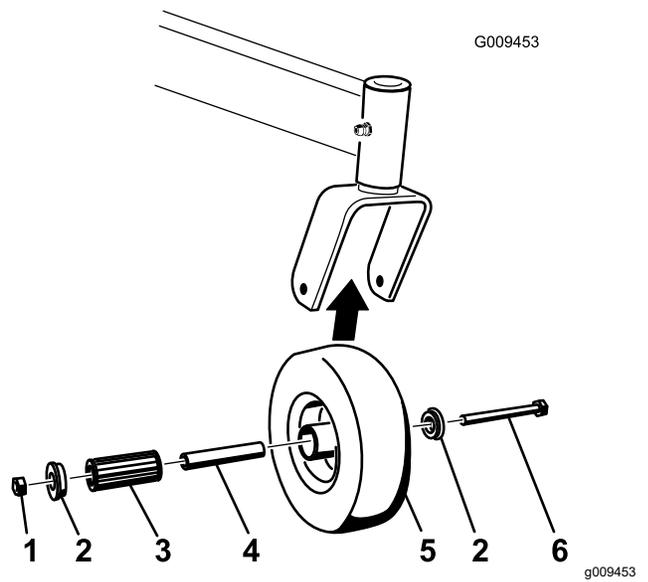

Figura 68
1. Retire a porca de bloqueio e o parafuso da roda que fixam a roda ao respetivo suporte (Figura 68).
2. Retire 1 casquilho, em seguida, puxe o casquilho da vara de ligação e o rolamento de rolo para fora do cubo da roda (Figura 68).
3. Retire o outro casquilho do cubo da roda e limpe qualquer massa lubrificante e sujidade do cubo da roda (Figura 68).
- Nota:** Substitua todas as peças danificadas ou desgastadas (Figura 68).
5. Coloque 1 casquilho no interior do cubo da roda (Figura 68).
6. Lubrifique o casquilho do rolamento e o casquilho da vara de ligação e faça-os deslizar para o interior do cubo da roda (Figura 68).
7. Coloque o segundo casquilho no interior do cubo da roda (Figura 68).
8. Monte a roda giratória na forquilha da roda giratória e fixe-a com o parafuso da roda e a porca de freio (Figura 68).
9. Aperte a porca de freio até que o casquilho da vara de ligação encoste ao interior da forquilha da roda (Figura 68).